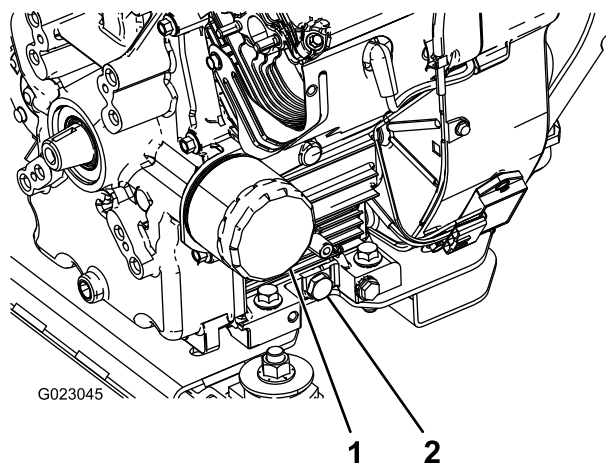

Figura 39
5. Retire el tapón de vaciado (Figura 39).
8. Agregue lentamente un 80% de la cantidad especificada de aceite por el tubo de llenado (Figura 39).